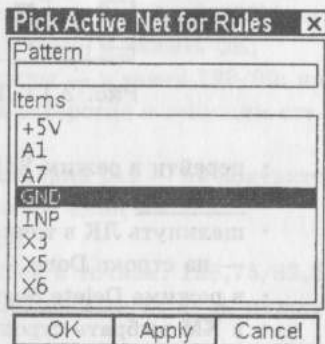

Рис. 2.16. Список цепей проекта
- кнопкой Pick Net открыть список (рис. 2.16), выбрать строку GND, нажать Apply, в поле Wire Width окна Net Clearance Rules ввести число 0.7 и нажать OK;
- в открытом еще списке (рис. 2.16), выбрать строку +5V, нажать OK, в поле Wire Width окна Net Clearance Rules ввести число 0.7 и нажать OK.